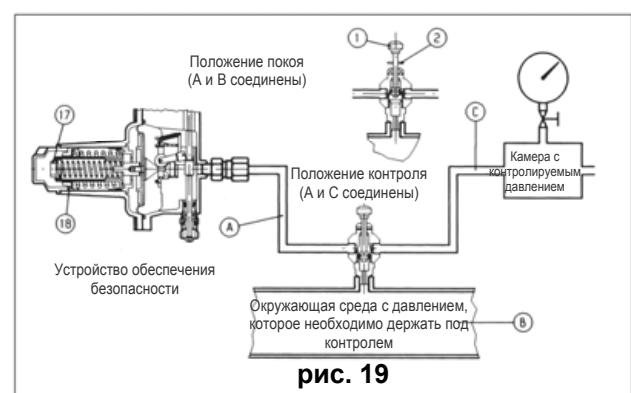

рис. 19
- A)** Для отсекающих устройств соединенных с выходным трубопроводом посредством переключающего трехходового клапана "push" 11 необходимо действовать следующим образом (рис. 19):
A) Для отсекающих устройств соединенных с выходным трубопроводом посредством переключающего трехходового клапана "push" 11 необходимо действовать следующим образом (рис. 19)